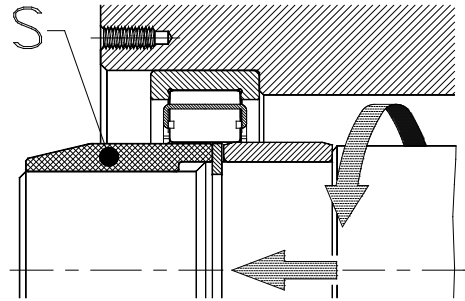

Abb. 10.12
Eine einfache und wirksame Lösung dieses Problems bieten **Montagehülsen** (Abb. 10.12).
Es handelt sich hierbei, wie in Abb. 10.12 gezeigt, um einfache, der jeweiligen Einbausituation angepasste Hilfsmittel aus **Kunststoff** oder **Karton** (S), die eine Beschädigung der Rollen vermeiden und eine einfache und rasche Zentrierung der Welle gewährleisten.